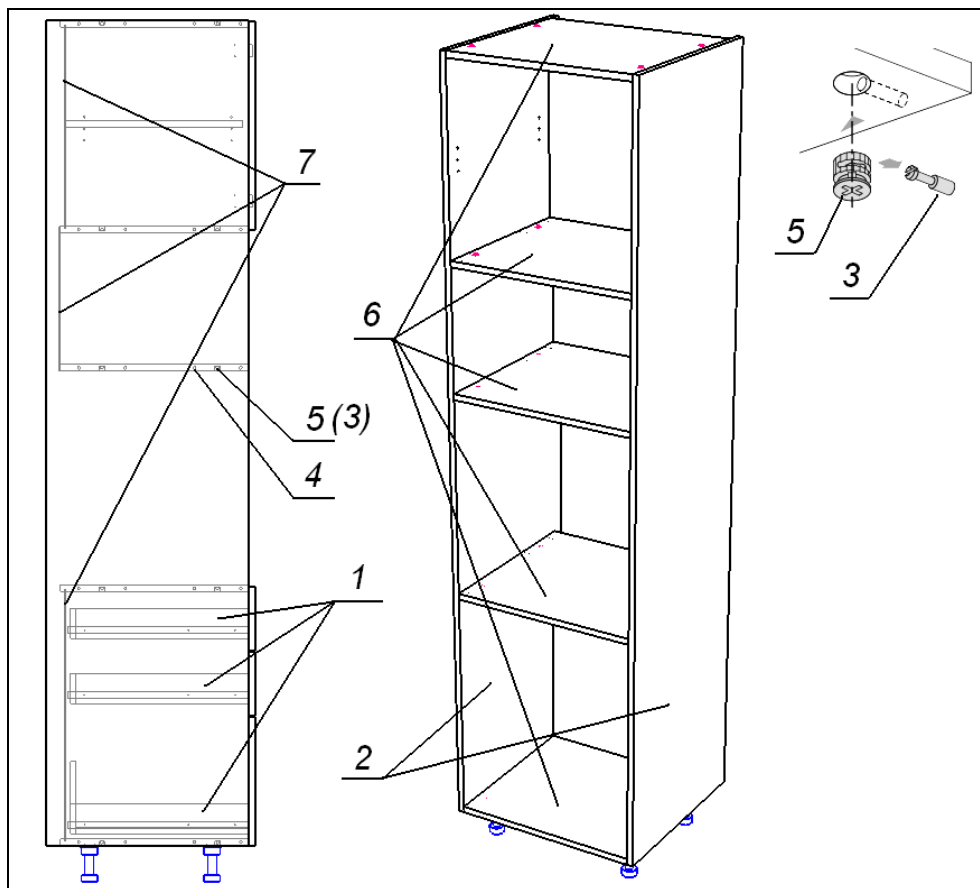

Рис. 43
6. Сборка колонн (высоких шкафов) X..., Y... (Рис. 43):